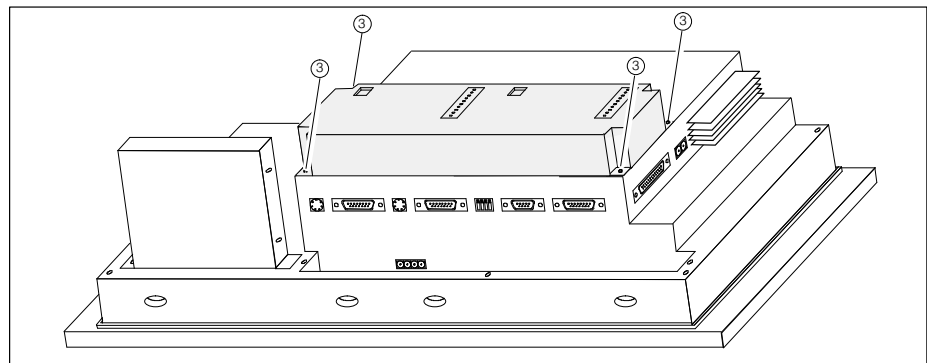

Figura 5-6 Il fissaggio del modulo di tasti diretti all'OP
4. Fissare all'OP il modulo di tasti diretti con le quattro viti disponibili ③ (vedi figura 5-6).